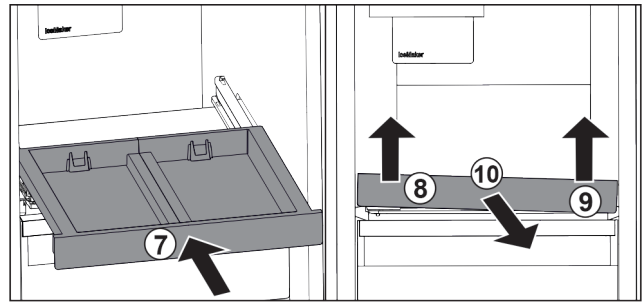

Fig. 31
- Auszugsbord einschieben. Fig. 31 (7)
- Auszugsbord vorne links anheben. Fig. 31 (8)
- Auszugsbord vorne rechts anheben. Fig. 31 (9)
- Auszugsbord nach vorne entnehmen. Fig. 31 (10)